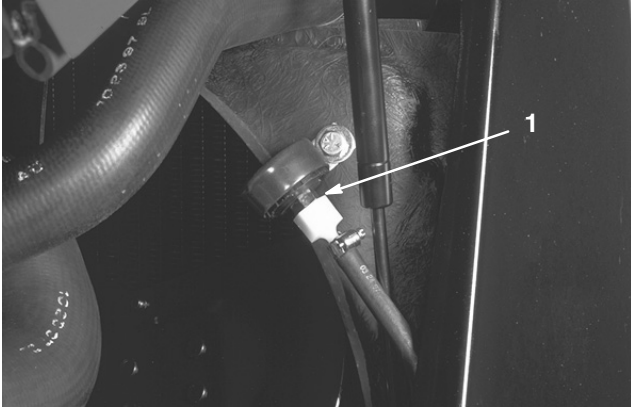

Bild 50
2. Der Entlüfter befindet sich rechts am Kühler (Bild 50). Reinigen Sie den Bereich um den Entlüfter, schrauben Sie ihn mit einem Schraubenschlüssel heraus und wechseln Sie ihn aus.